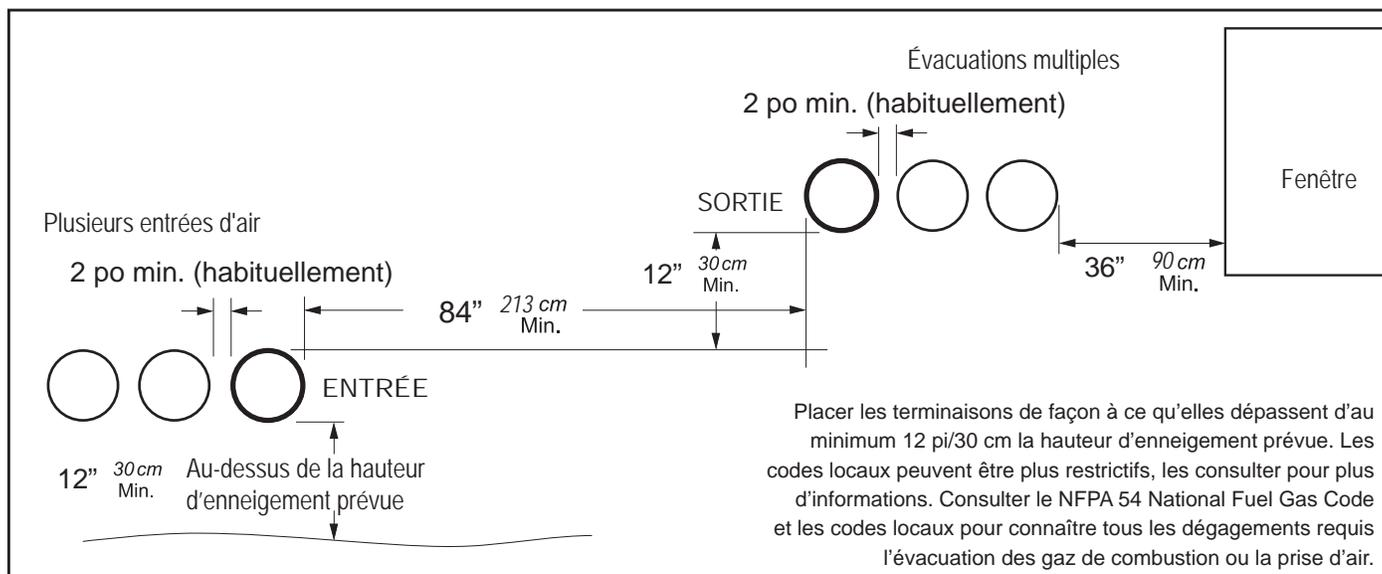

Figure 6. Terminaisons murales de prise d'air et d'évacuation des gaz de combustion
1. La Figure 6 à la page 22 illustre les exigences en termes de dégagements des terminaisons d'évacuation des gaz de combustion pour les États-Unis et le Canada.
7. Si la chaudière ou le chauffe-eau prélève l'air de combustion par le biais de conduits, et que la prise d'air se trouve sur le même mur que la terminaison d'évacuation des fumées, se reporter à la Figure 6 à la page 22 pour connaître les recommandations d'espacements et d'orientation.
4. Si l'appareil est installé sur le même mur que les conduites de prise d'air/évacuation, consulter la Figure 6 pour repérer les emplacements d'installation.
5. En présence de plusieurs kits d'évacuation des gaz de combustion, maintenir une distance horizontale de 213 cm (84 po) entre le groupe d'admission et le groupe d'évacuation. (Voir Figure 6)
6. Le conduit d'évacuation des gaz de combustion doit être placé, au minimum, à 30 cm (12 po) verticalement et 213 cm (84 po) horizontalement de l'admission d'air. (Voir Figure 6).